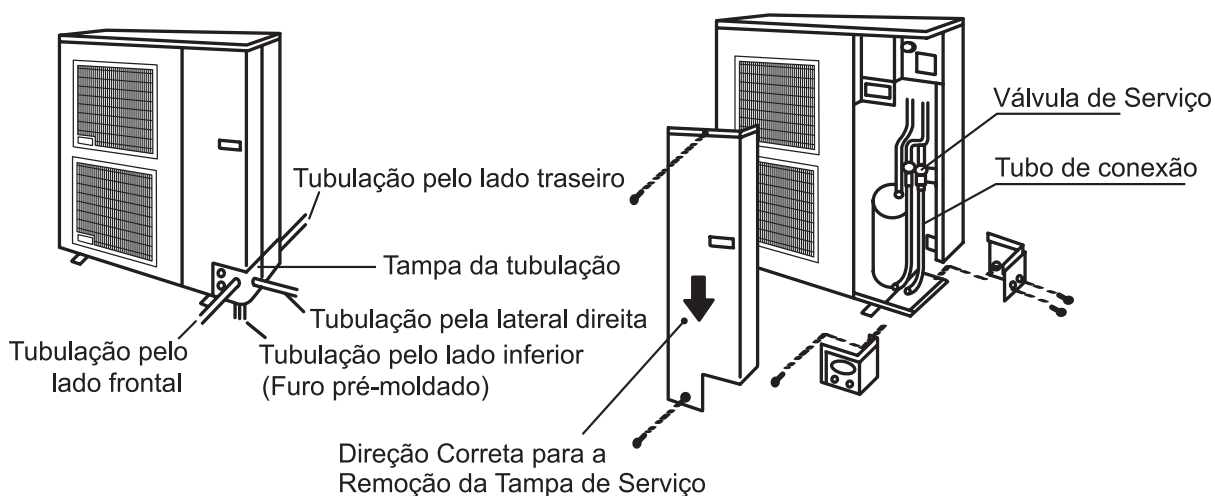

Fig. 4.1 Direção da Tubulação
- (1) Os tubos podem ser conectados de 4 direções, conforme mostra a Fig. 4.1. Faça um Furo na tampa de tubulação frontal ou traseira para que o tubo passe pelo furo.